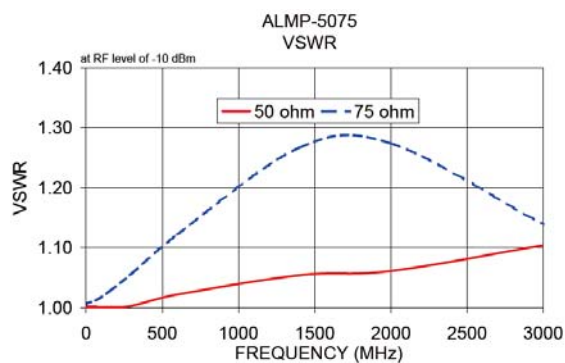

图 1-2 ALMP-5075 工作频率范围内的电压驻波比
**注意：**a) 目前采用匹配校准件安装的匹配负载为 mini circuits 公司的表贴匹配负载 ALMP-5075，工作频率为 0-3GHz，其电压驻波比如图 1-2 所示。（SMA 匹配负载：